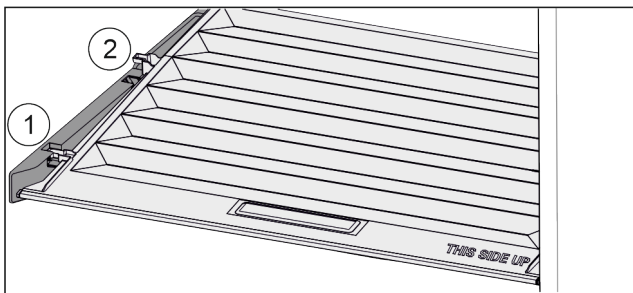

Fig. 60
- Потянуть крышку до отверстия в поддерживающих деталях вперед Fig. 60 (1).
- Поднять сзади снизу и извлечь Fig. 60 (2) движением вверх.